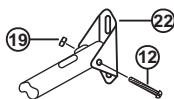

Fig. 13
- 1° - Leve o ventilador até o suporte (22);
- 2° - Alinhe o furo da haste, já com a borracha compensadora colocada, com o furo do suporte e fixe com o parafuso (12) e porca (19) fig. 13.